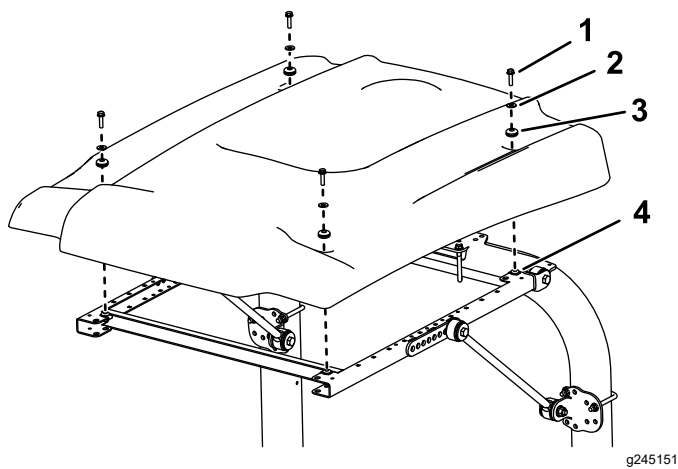

Bild 6
10. Positionieren Sie das Sonnendach beim Ausfluchten der Befestigungslocher am Rahmen wie in Bild 6 abgebildet.
11. Befestigen Sie jede Ecke des Sonnendachs mit einer Bundkopfschraube (5/16" x 1¼"), einer kleinen Scheiben und einer Scheibe lose am Rahmen (**Bild 6**).